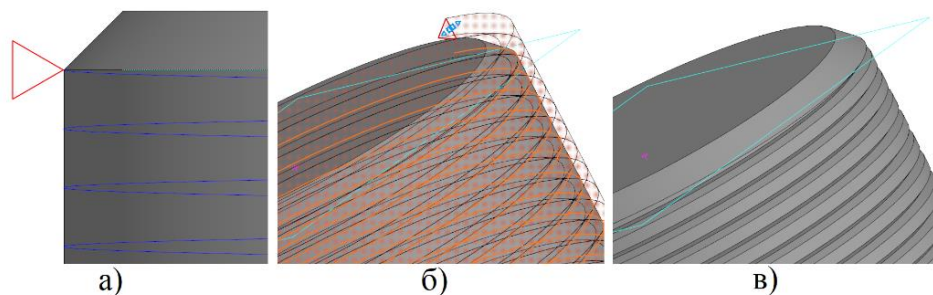

Рисунок 22 – Создание резьбы
4. Выделите плоскость ZX, так как именно ей перпендикулярен один из концов спирали. Создайте эскиз и вставьте с него контур треугольника, как показано на рисунке 22а. Выйдите из эскиза и вызовите команду «Вырезать по траектории». Укажите в дереве модели сечение – Эскиз 3 и траекторию – Спираль цилиндрическую (рисунок 22б). Создайте резьбу (рисунок 22в). Скройте спираль, выделив ее в дереве модели правой кнопкой мыши (команда Скрыть).